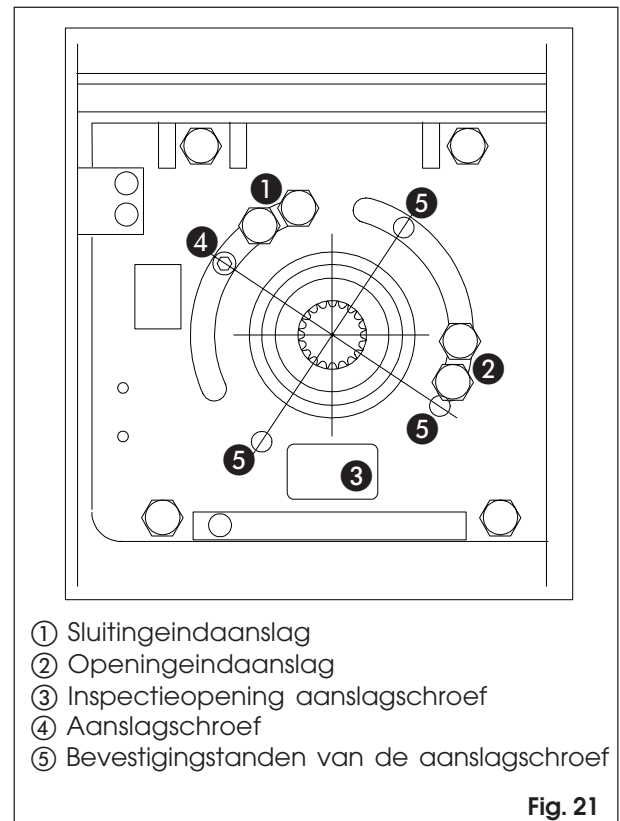

Fig. 21
- 2) Het armpje draaien totdat de aanslagschroef (fig. 21 ref. 4) ter hoogte van de inspectieopening zit (fig. 21 ref. 3);
- 4) Voor een hogere voorspanning: de arm in de openingrichting draaien totdat de volgende bevestigingsstand van de aanslagschroef (fig. 21 ref. 5) ter hoogte van de inspectieopening zit en de schroef opnieuw bevestigen.
Voor minder voorspanning: de arm in de sluitingrichting draaien totdat de volgende bevestigingsstand van de aanslagschroef (fig. 21 ref. 5) ter hoogte van de inspectieopening zit en de schroef opnieuw bevestigen.